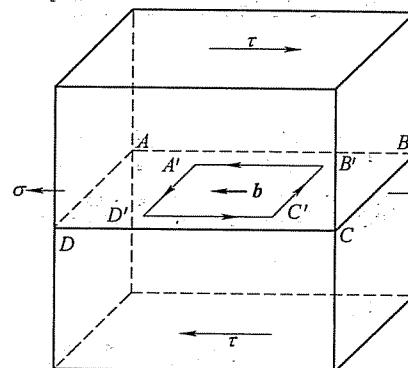

图 22-1 第二题图
- 二、(共 14 分) 已知位错环 $A'B'C'D'$ 的柏氏矢量为 b ，外应力为 τ 和 σ ，如图 22-1 所示。试求：